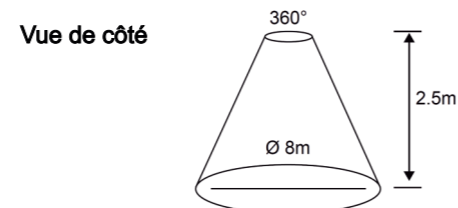

Figure 1
3.1.1 Le détecteur peut être monté à une hauteur de 2,5 m. La détection atteint jusqu'à 8m et couvre 360°. (Voir figure 1).